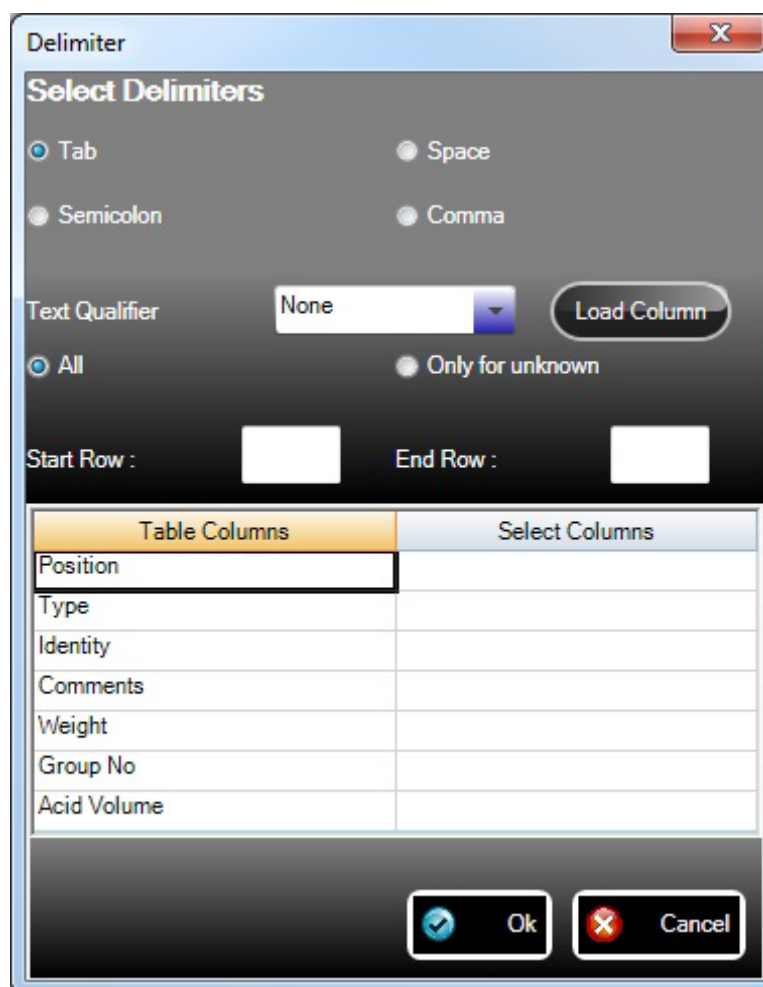

Figure 5-19
2. 转到资源管理器找到所需文件的所在位置，选中该文件，然后按打开。在“分隔符设置”屏幕显示（见图5-19）。
注意：如果导入的所需文件布局与表格不匹配，选择“高级”。在“分隔符”（见图5-19）被显示出来，按照导入文本文件的步骤3-8。